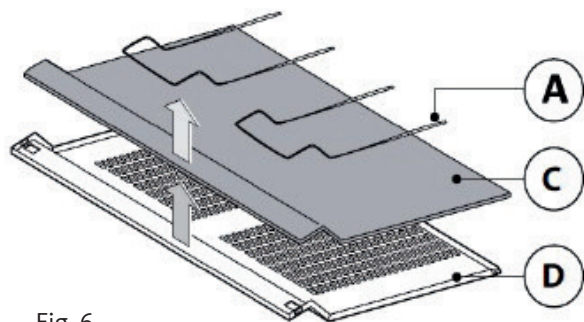

Fig. 6
- Retirez ensuite les 4 barres métalliques (A) qui retiennent le filtre acrylique (C) (Fig 6).